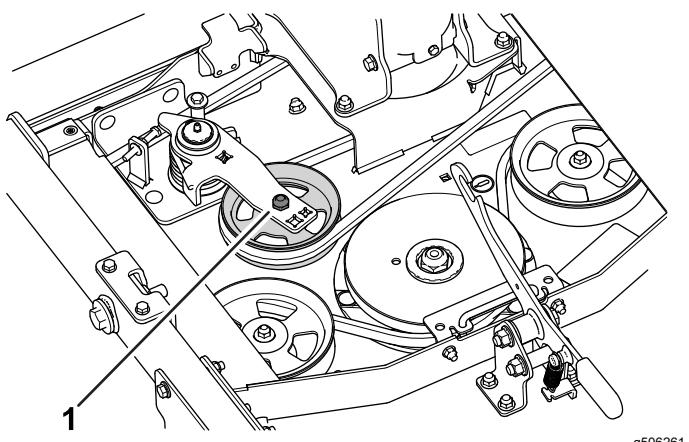

図 2
2. ソケットレンチなどの工具を使って、アイドラプーリー(図2)を駆動ベルトから遠ざけてベルトの張力を緩め、ベルトがアイドラプーリーから外れるようにする。